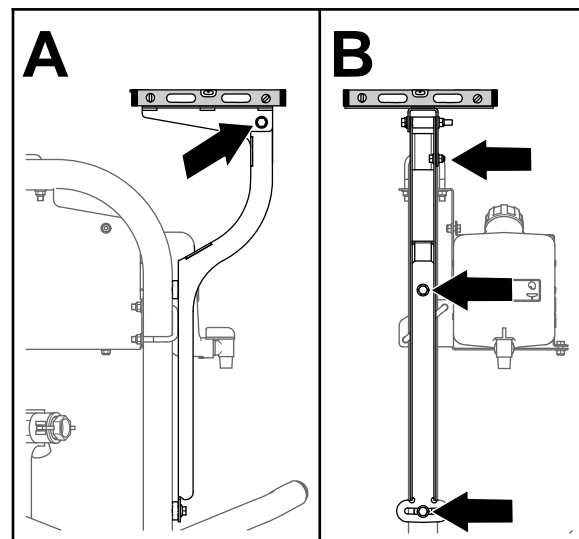

Figura 157
- Livellate la piastra del ricevitore in senso laterale (Figura 157).
- Livellate la piastra del ricevitore in senso longitudinale (Figura 157).